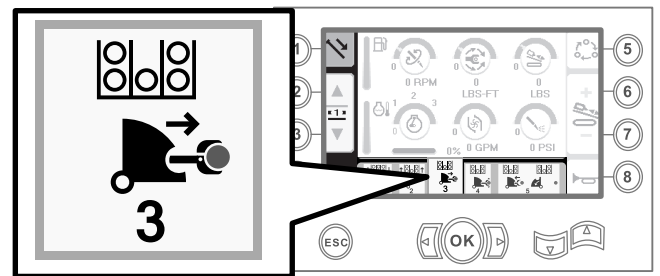

Figure 31
- Relâchez l'interrupteur à bascule pour passer à l'étape suivante dans la séquence (Figure 31).